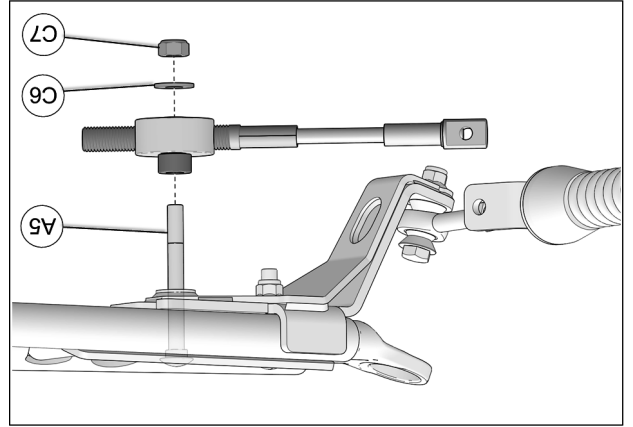

Fig. 22
11. Positionner le disque en aluminium du limiteur de conduite sous l'ancrage au boulon (A5) déjà inséré. Utiliser la rondelle (C6) et l'écrou (C7) pour fixer le limiteur de conduite en place. Serrer l'écrou à un couple de 50 N•m [37 lb•pi]. Fig. 22